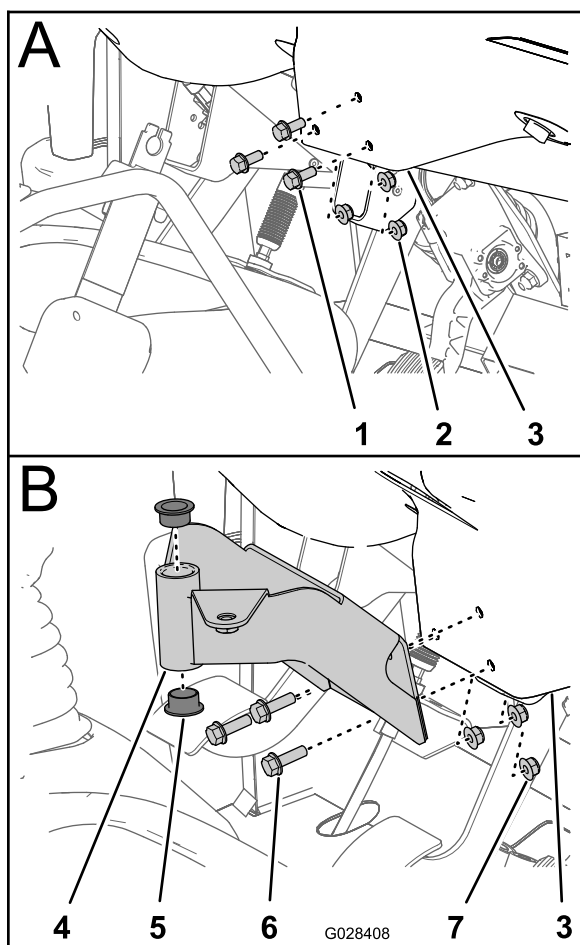

Figura 18
- Rimuovete i 3 bulloni e i 3 dadi che fissano la parte centrale inferiore della plancia alla staffa di supporto del cruscotto (Figura 18).
2. Allineate i fori delle staffe di montaggio del quadro di comando con i fori sulla plancia e sulla staffa di supporto (Figura 18).
4. Serrate i dadi e i bulloni (Figura 18).
5. Inserite due boccole di plastica nella staffa di montaggio (Figura 18).